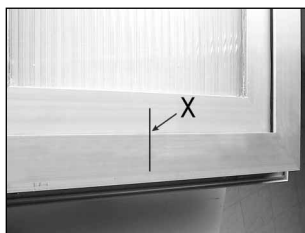

Abb. 7
2. Marque la línea central "X" en la hoja y en el marco (fig. 7). En el caso de dos motores SYNCHRO, marque una línea central para cada motor a una distancia mínima de 202 mm. del borde externo de la hoja.